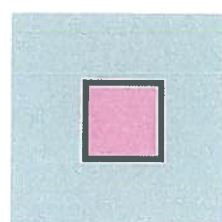

Fig. 7.3.
- conturul simbolului este compus din două părți ce reprezintă cei doi poli ai întreruptorului. Colorarea dinamică a fiecărei părți se face în funcție de prezența / absența tensiunii, starea „*necunoscută*”, respectiv de starea „*legat la pământ*” a întreruptorului pe polul respectiv. Excepție făcând cazul în care tensiunea este prezentă pe unul din polii întreruptorului, celălalt pol (indiferent de starea rețelei până în acest pol) va fi reprezentat ca energizat. Fig. 7.3.